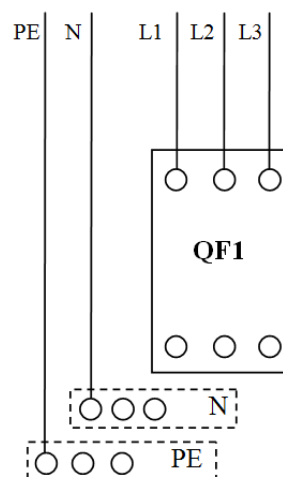

Рис. 1.1
- Для приточной установки с трехфазным вентилятором (прямого пуска или с ПЧ) вводной кабель питания (L1, L2, L3, N, PE), подключить к защитному автомату QF1 (три фазных провода — к трём верхним клеммам автомата), и шинам «ноль» N (синий провод) и «земля» PE (жёлто-зелёный провод). См. рис. 1.1, также см. Приложение 1.